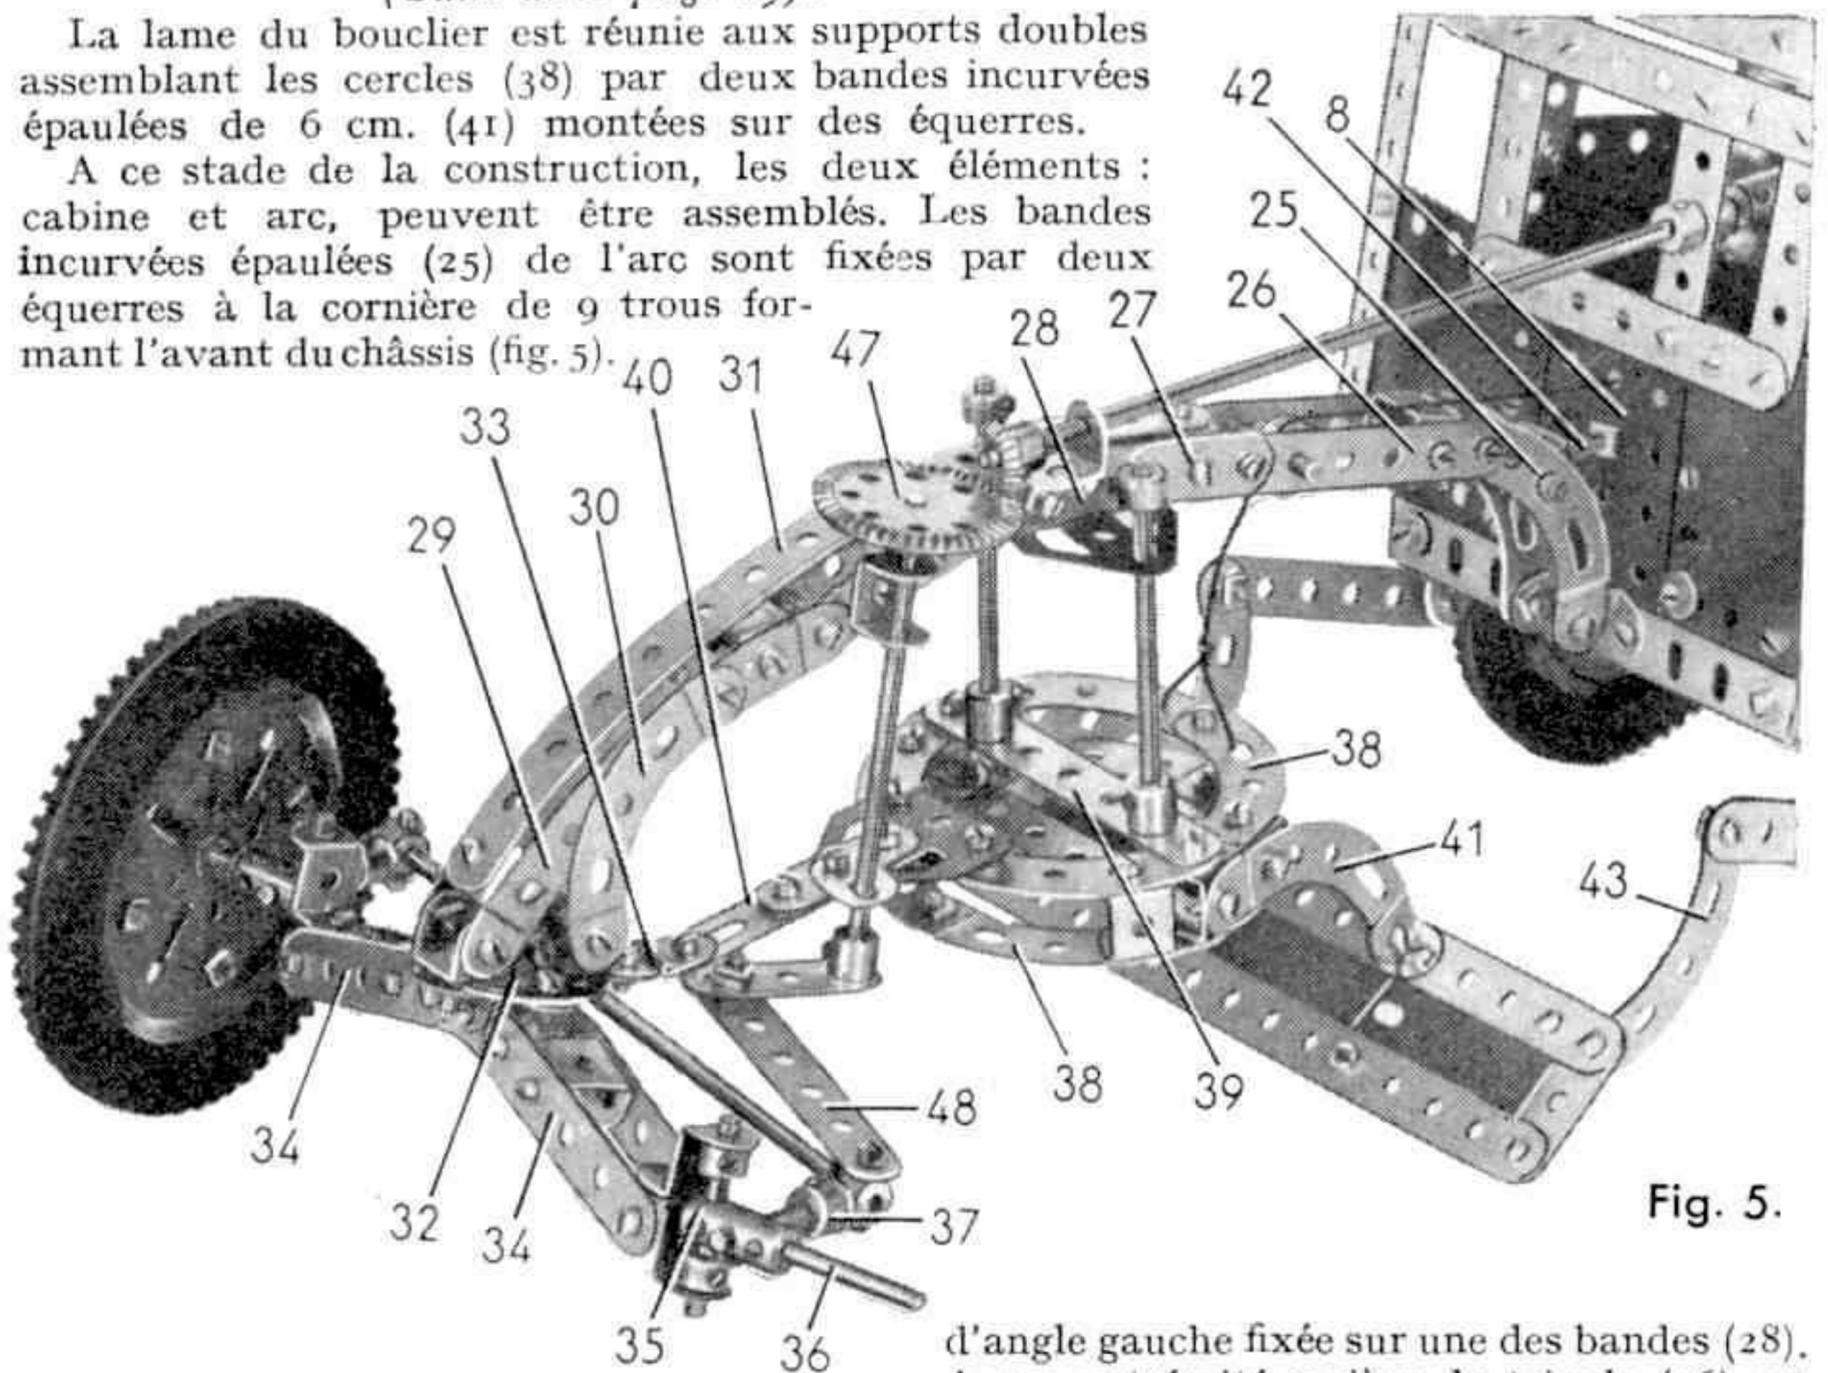

Fig. 5.
A ce stade de la construction, les deux éléments : cabine et arc, peuvent être assemblés. Les bandes incurvées épaulées (25) de l'arc sont fixées par deux équerres à la cornière de 9 trous formant l'avant du châssis (fig. 5).
L'arc (fig. 5).